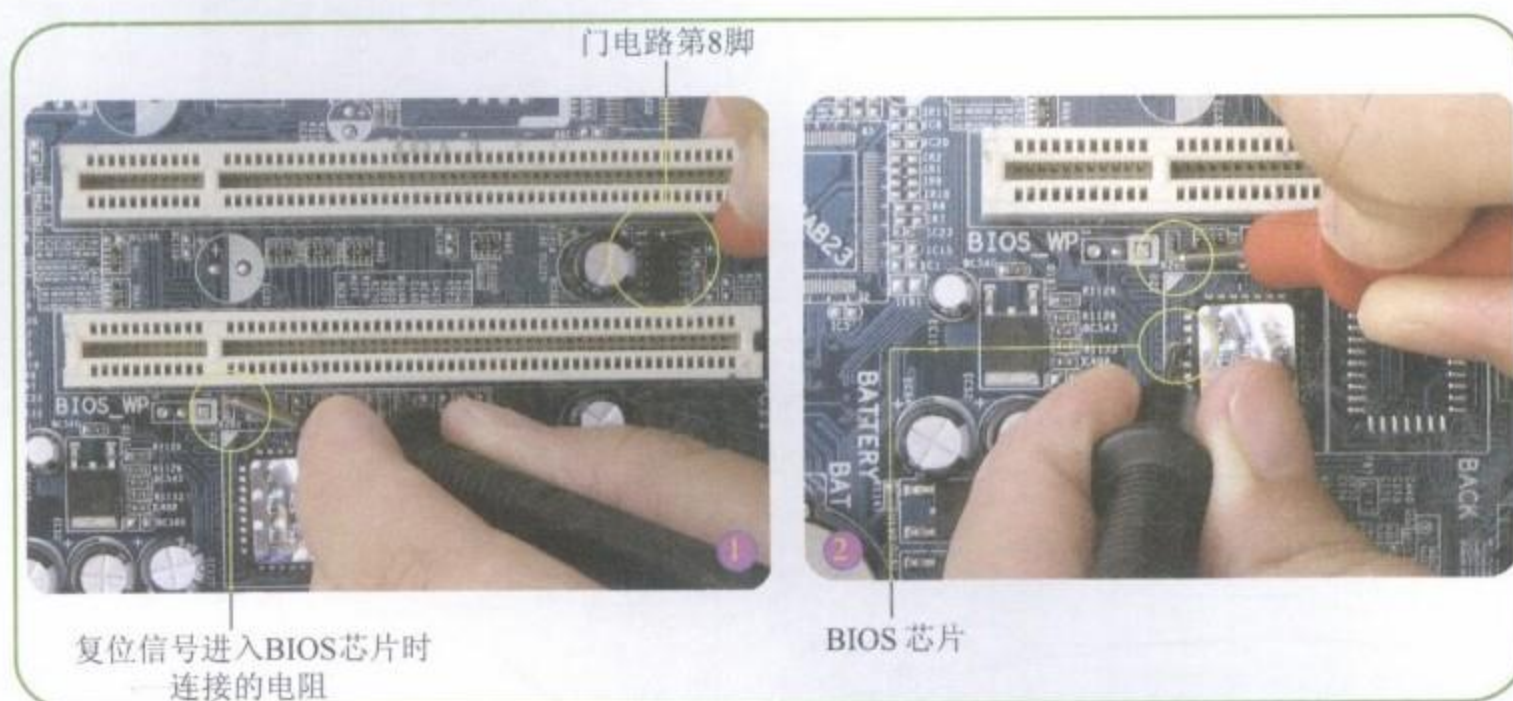

图10-16 测量门电路连接到BIOS芯片的线路
Step 04 测量门电路74HC14D第8脚连接到BIOS芯片的线路，如图10-16所示。